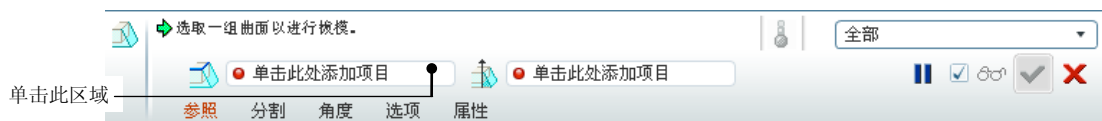

图 5.15.12 “拔模”操控板
Step2. 选择下拉菜单 **插入(I) → 斜度(D)...** 命令, 此时出现图 5.15.12 所示的“拔模”操控板。